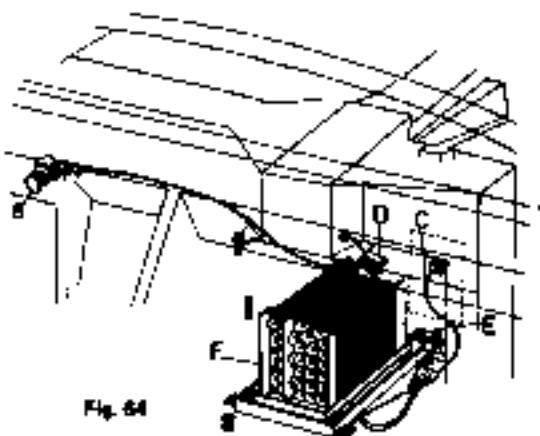

Fig. 64
## SMONTAGGIO E MONTAGGIO GRUPPO EVAPORATORE (Fig. 64)
2. Chiudere il rubinetto ausiliario acqua, compressore B e Marc. Sfogliare le 3 viti incise (vedi fig. 64 n. 129) e quindi sul cappellino d'aspirazione tirarle a fuoco ed a 10, 4-10 sul cappellino.
## DEMONTAGE ET MONTAGE GROUPE ÉVAPORATEUR (Fig. 64)
## DISMANTLING AND RE-FITTING OF THE EVAPORATOR ASSEMBLY (Fig. 64)
## DEMONTAZIE UND MONTAGE DER VERDAMPFERGRUPPE (Abb. 64)